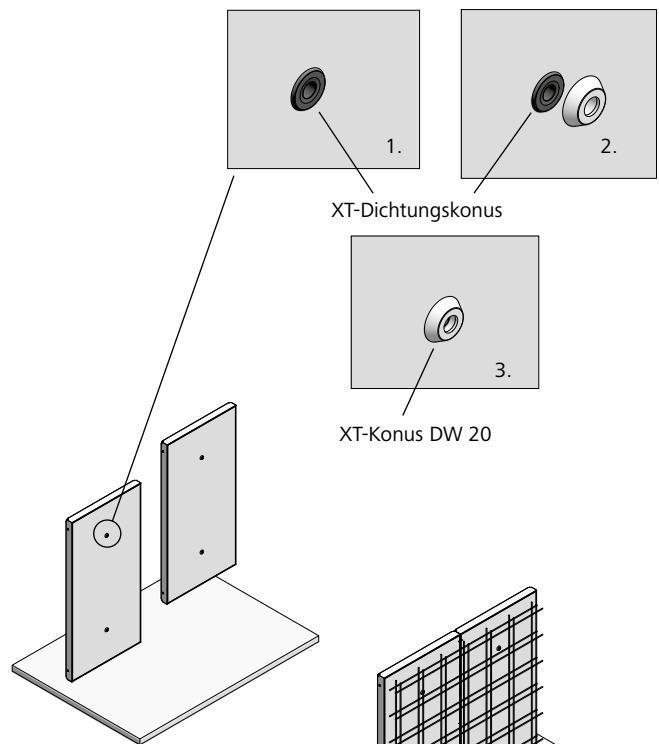
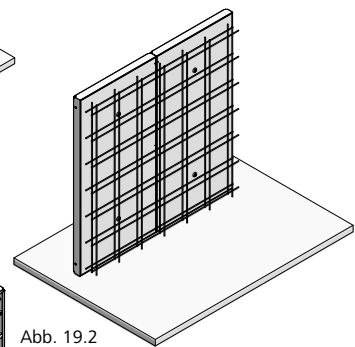

Abb. 19.1
Abb. 19.2
1. XT-Konus DW 20 auf den XT-Dichtungskonus am Stellschalungselement aufdrücken (Abb. 19.1, Schritt 1. bis 3.).
2. Stellschalungselement stellen (Abb. 19.1 und ST-XT-5), Bewehrungsarbeiten durchführen (Abb. 19.2).